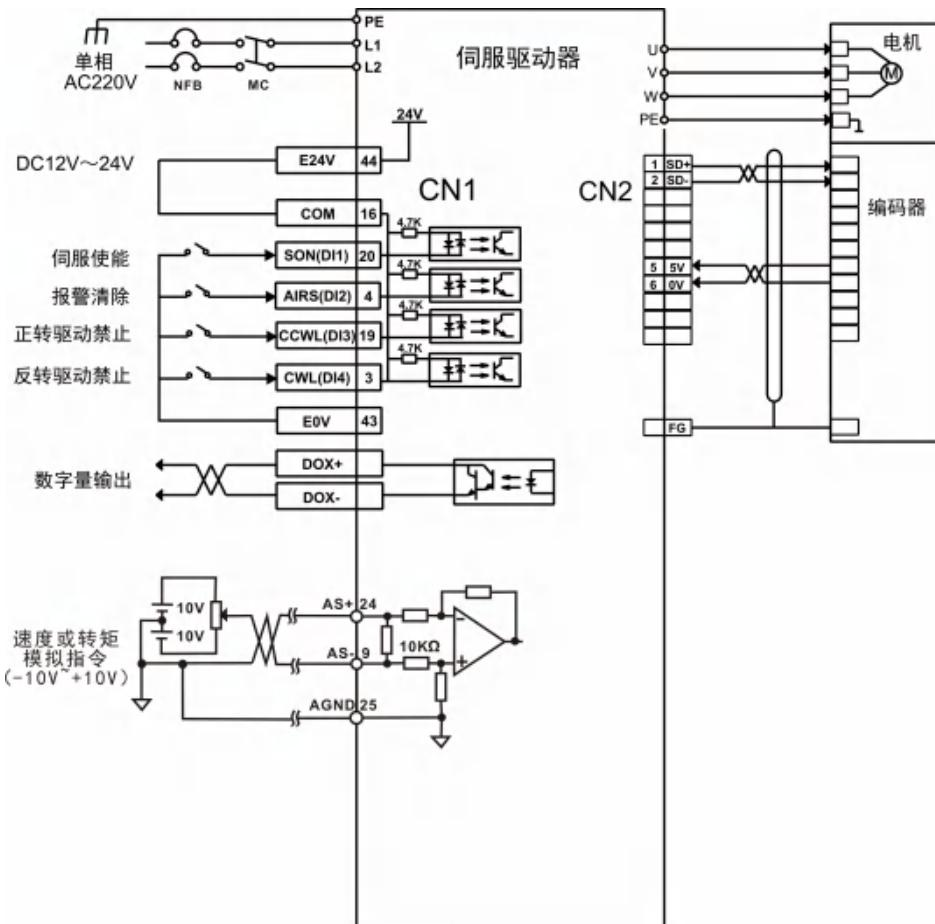

图5.6 转矩模式接线图
- 3) 参考图5.6配线说明连接CN1端子中的所需的DI/DO信号，如何使能，报警清除，定位完成信号等。